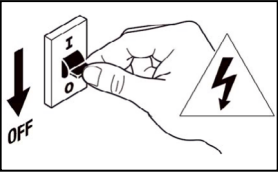
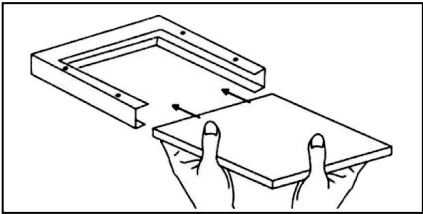

Рис. 1
Рис. 3
- 5.8 Конструкцией осветительного прибора предусматриваются следующие способы монтажа: подвесной с помощью тросов (рис. 1), встраиваемый (на Т-профиль) (рис. 2) и накладной с помощью рамки CP 10 SMB 600x600 (рис. 3).
- 5.10 Подвесной способ монтажа (рис. 1):
- 5.11 Накладной способ монтажа (рис. 3):